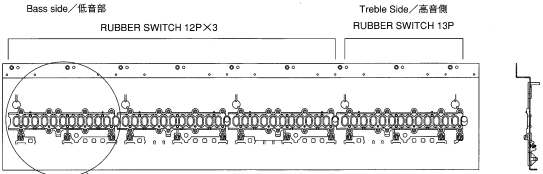

fig. 1
- 1) Turn the keyboard over as shown in fig. 1. Line up the RUBBER SWITCH 12P with the slots and place three of them on the chassis from the left side (low note).
- 1) fig. 1のように、シャーシを裏返します。次にRUBBER SWITCH 12Pを長穴に合わせて左側（鍵の低音部）より順に3つシャーシに置きます。